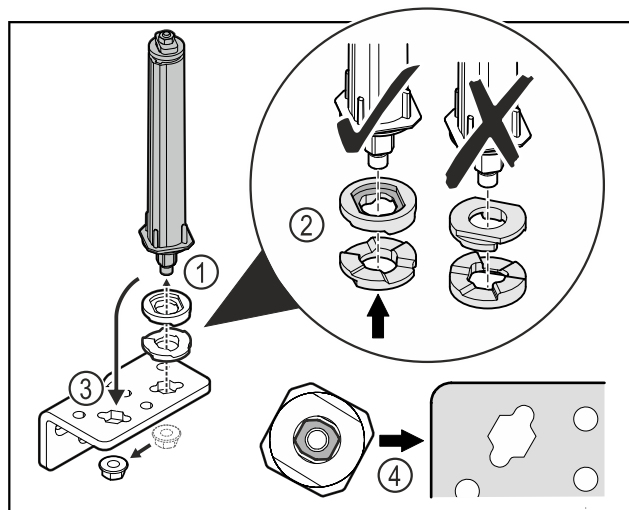

Fig. 36
- ▶ Λύστε το παξιμάδι και αφαιρέστε το σύστημα κλεισίματος πόρτας Fig. 36 (1).
- ▶ Βεβαιωθείτε για τη σωστή ευθυγράμμιση των ροδελών ρύθμισης ύψους Fig. 36 (2).
- ▶ Μεταφέρετε το σύστημα κλεισίματος πόρτας στη γωνία μεντεσέ και στερεώστε με το παξιμάδι Fig. 36 (3).
- ▶ Κατά την τοποθέτηση βεβαιωθείτε για τη σωστή ευθυγράμμιση του συστήματος κλεισίματος πόρτας Fig. 36 (4).